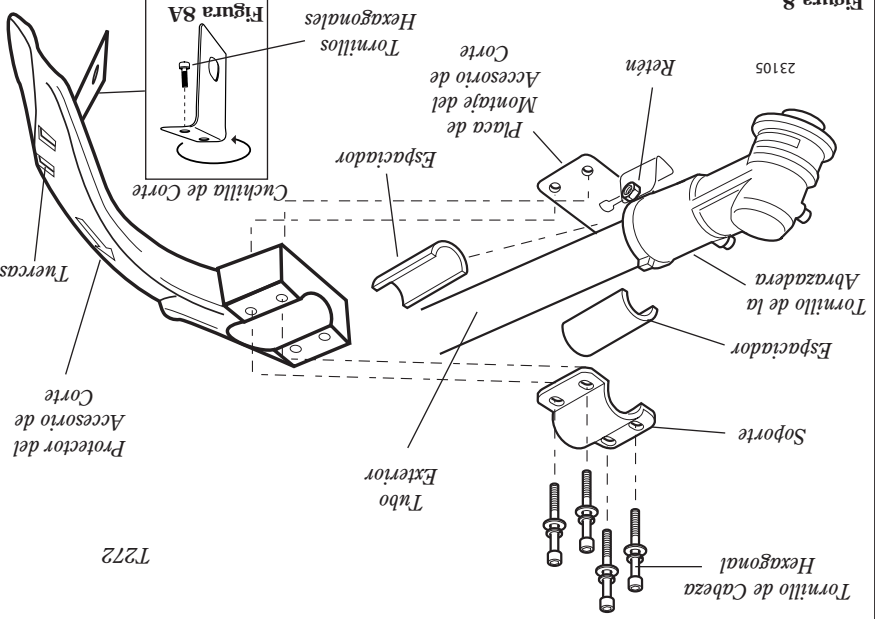

Figura 8
1. Inserte el protector del accesorio de corte entre el tubo exterior y la placa de montaje. Consulte la figura 8.
2. Coloque los dos espaciadores y el soporte sobre el tubo exterior e instale sin ajustar los cuatro tornillos de cabeza allen. Consulte la figura 8.